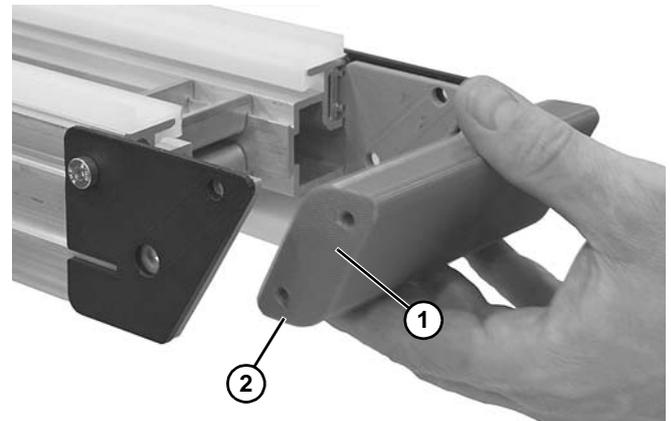

Abbildung 64
2. Schiene (**Abbildung 64, Teil 1**) abnehmen, um 180° drehen und die Schiene erneut einbauen.
*Die Schiene kann um 180° umgedreht werden, um so die zweite Oberfläche der Schiene (**Abbildung 64, Teil 2**) zu verwenden.*